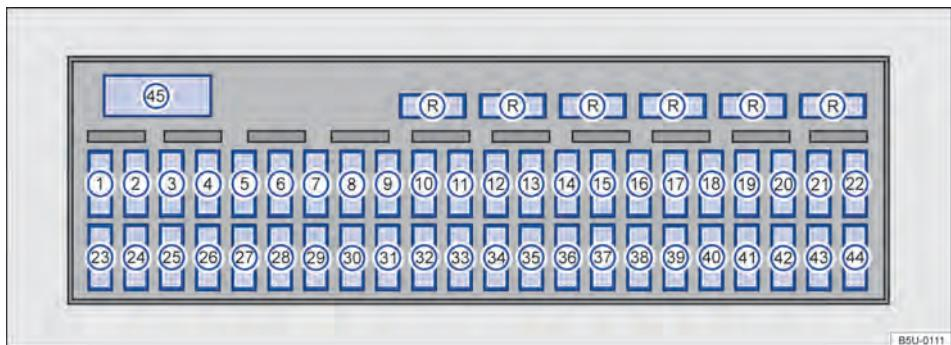

Fig. 163 Caixa de fusíveis.
A Volkswagen recomenda manter sempre no veículo alguns fusíveis de reserva, que podem ser alojados na parte superior da caixa de fusíveis → Fig. 163 (R) (como, por exemplo, fusíveis de 5 A, 10 A, 15 A, 20 A, 25 A e 30 A para veículos sem ar-condicionado ou 40 A para veículos com ar-condicionado).